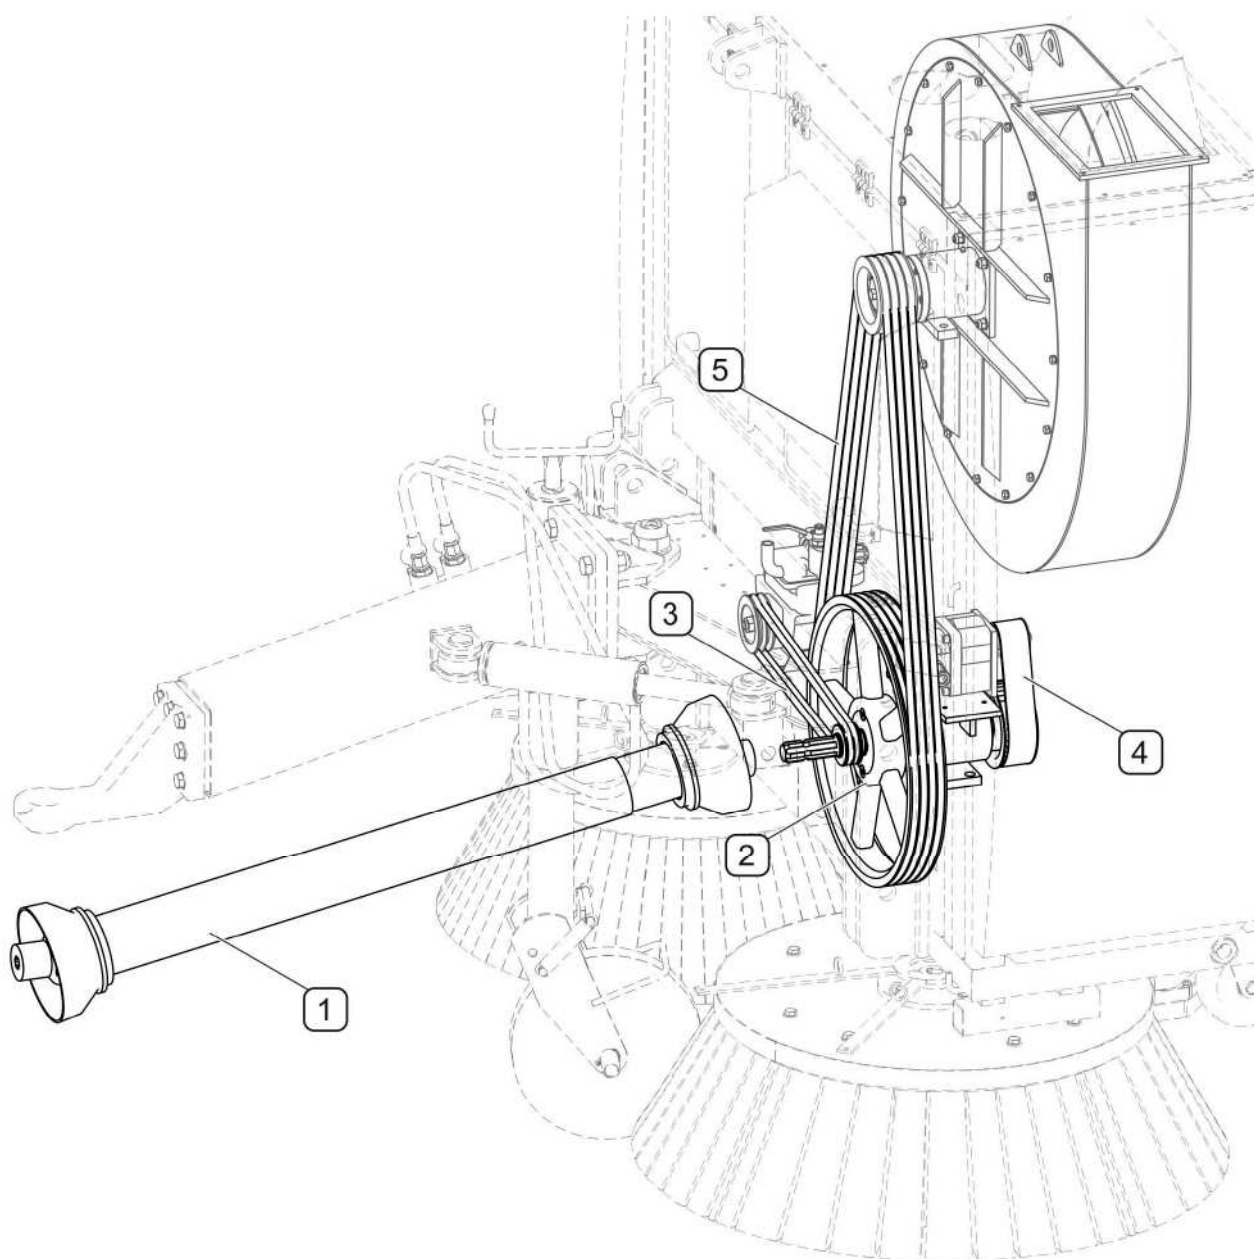

РИСУНОК 3.14А Система привода
(1)- телескопический карданный вал; (2)- система отбора привода; (3)- клиновые ремни привода водяного насоса; (4)- зубчатый ремень привода маслонасоса; (5)- клиновые ремни привода вентилятора
Во время работы система отбора привода машины (РИСУНОК 3.14А) соединяется при помощи телескопического карданного вала (1) с валом отбора мощности (ВОМ) трактора. При посредстве отдельных ременных передач приводится в действие водяной насос, маслонасос и всасывающий вентилятор .